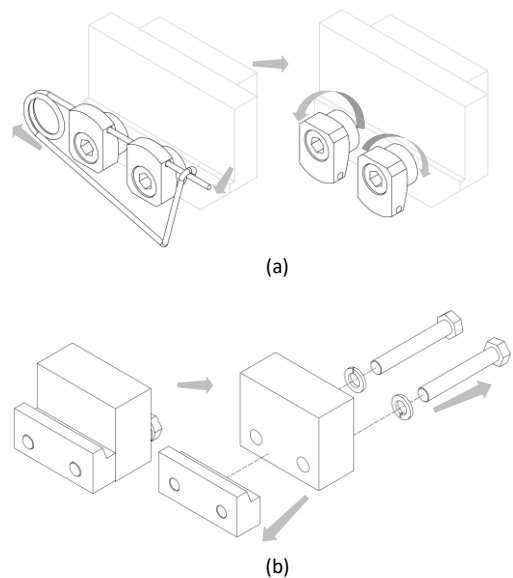

Figura 3
4. Quitar los ganchos inferiores del equipo (mira *Figura 3*).